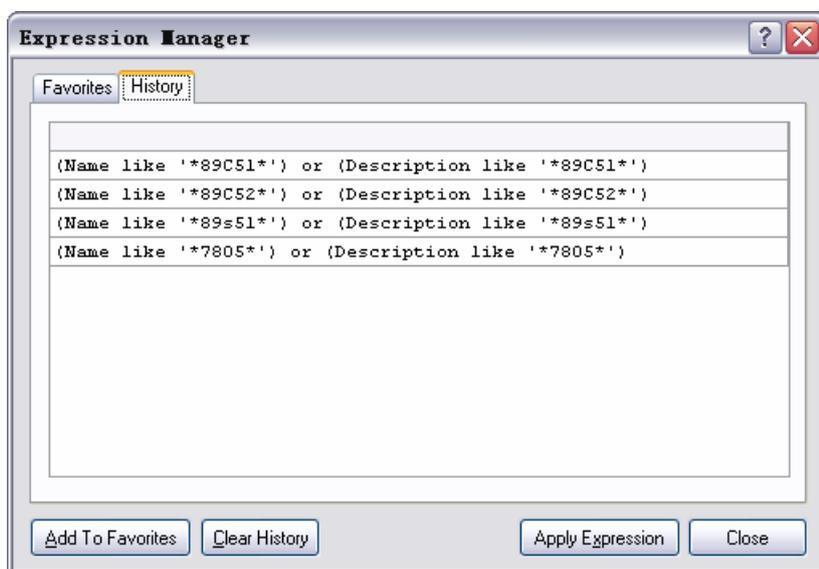

图 3-14 搜索历史对话框
- **【History】搜索历史**: 点击图 3-11 中的 **【History】** 按钮弹出图 3-14 所示的搜索历史对话框, 框中列出了以前搜索过的条件。下面列出了几个应用按钮, 点击 **【Add to Favorites】** 可将选中的搜索条件加入到 **【Favorites】** 喜好管理器中; 点击 **【Clear History】** 则清空所有的搜索条件表达式; 点击 **【Apply Expression】** 则可以执行选中的搜索条件。